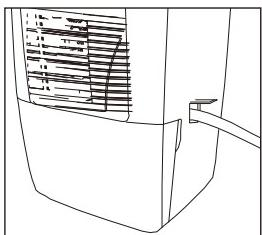

Fig.10c
- Replacez le contenant dans l'appareil et assurez-vous qu'il y loge correctement. (fig. 10c)